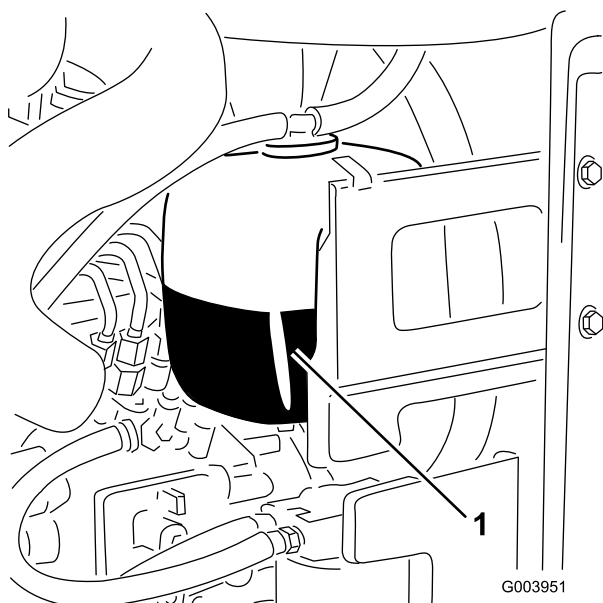

**Bild 32**
1. Prüfen Sie den Kühlmittelstand im Ausdehnungsgefäß (Bild 32).